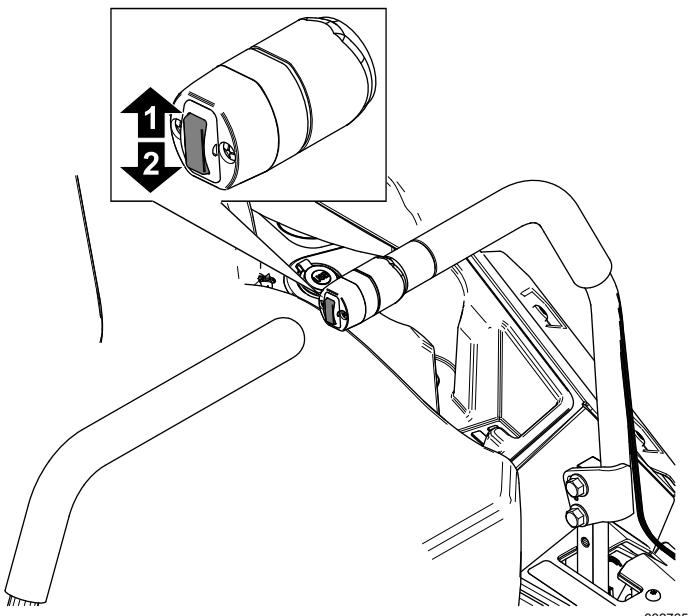

Figura 30
- Apăsai comutatorul de ridicare puncte pentru a seta înălțimea de tăiere (Figura 30).